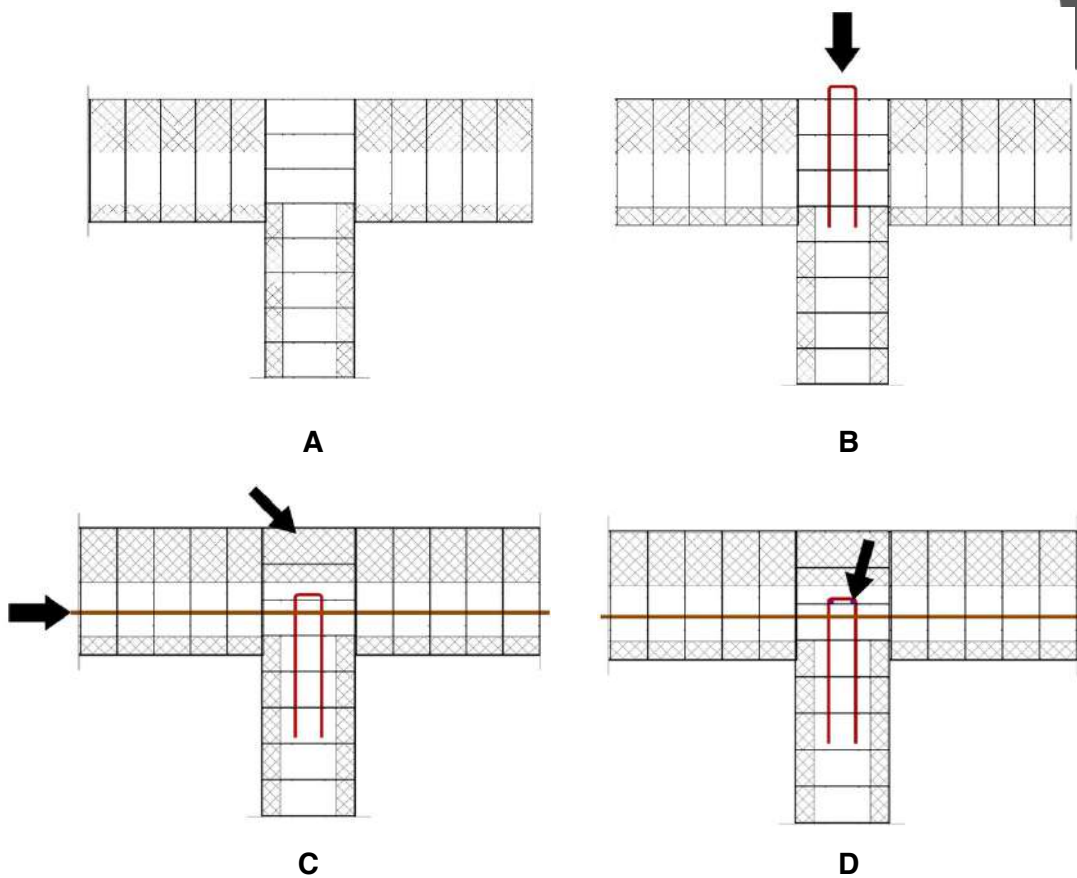

Figura 35 Secuencia de instalación de refuerzos en unión de muro en T
- Levanta la tapa cierre de la T, figura 35 A y 33 flecha verde.
- Coloca la U entrelazando la malla, figura 35 B.
- Colocar la barra horizontal en el muro que longitudinal, figura 35 C.
- Coloca y entrelaza la barra vertical común, figura 35 D.